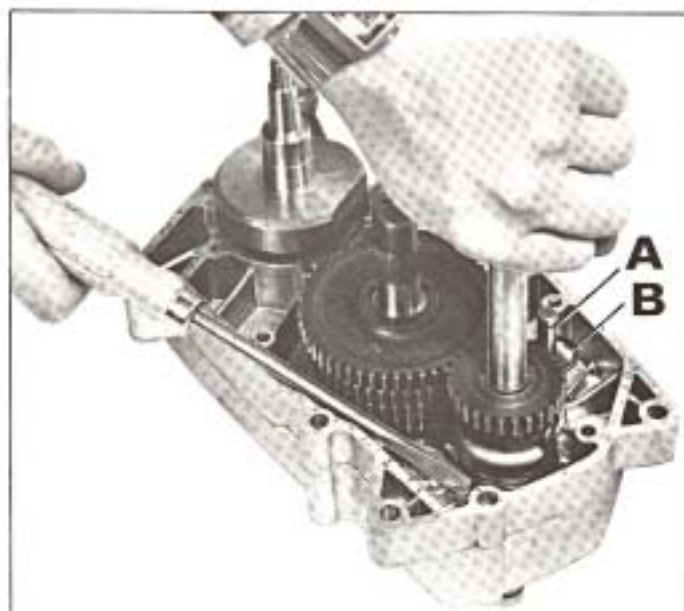

Fig. 30
- Remplacer le petit joint torique se trouvant sur l'axe A (figure 30).